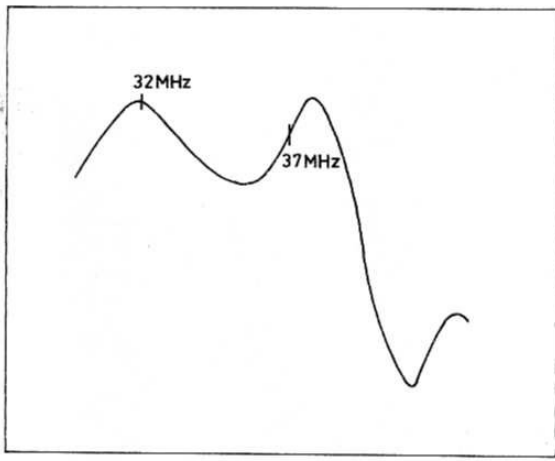

Fig.1
- Régler la bobine 6367 pour obtenir une réjection maximum à 39,2 MHz (fig. 1).